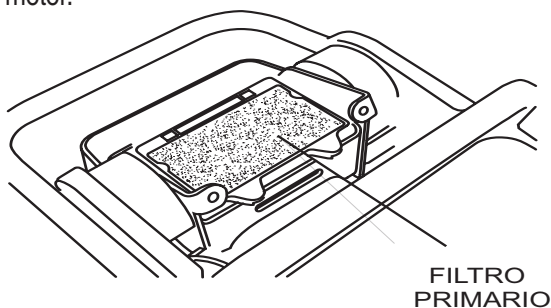

Figura 13. Filtro primario del filtro de aire
- Retire la cubierta del filtro de aire. Afloje y retire los 2 tornillos de la cubierta del ensamble del filtro de aire. Si el filtro primario (Figura 13) esta sucio, lávelo con gasolina ó keroseno. Después sumérjalo en aceite de motor (SAE10W-30) y exprímalo para que el filtro mantenga de 25 a 30 cc de aceite de motor.